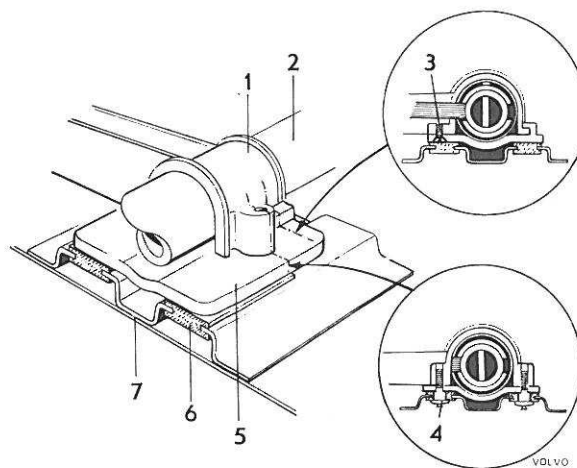

Figure 55. Fixation supérieure
3. Enlever avec une perceuse les cols des vis à rupture (4, figure 55). Commencer par une petite mèche et terminer le travail par exemple avec une mèche de 13 mm. Le guide de la vis a un diamètre de 12 mm.
4. Enlever les vis de fixation et démonter le rembourrage de sécurité de gauche et le support (7), avec la pièce coulissante (6).
5. Enlever la vis à rainure (3) et décrocher la plaque de fixation (5).
1. Poser le nouvel antivol et le câble électrique en place. Raccrocher la plaque de fixation (5, figure 55) et mettre la vis à rainure (3). Contrôler la fonction de blocage du volant.
2. Monter le support (7), avec pièce coulissante (6) en bon état. Monter le rembourrage de sécurité.
3. Mettre en place les vis à rupture (4) sans les verrouiller par rupture de la tête. Remonter le contacteur.